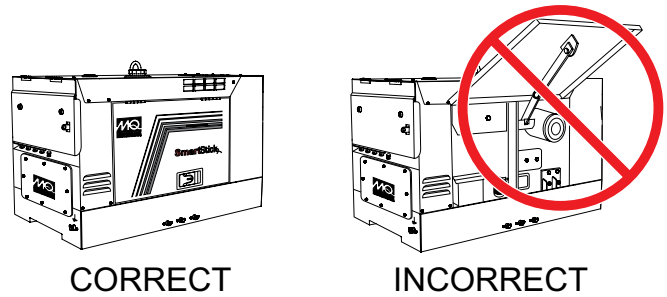

Figure 21. Portes de l'enceinte (fermées)
3. Fermer toutes les portes de l'enceinte (Figure 21).